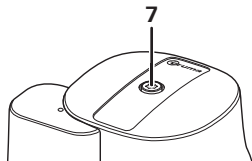
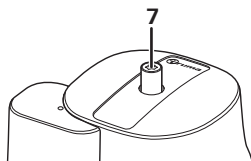

Figura 2a
Figura 2b
Il crash sensor è provvisto di un pulsante di reset, la cui posizione fornisce informazioni sul relativo stato: posizione «pronto per l'uso» (figura 2a) o posizione «non pronto per l'uso» (figura 2b).
Per ripristinare il sensore, premere con forza il pulsante giallo di reset (7), ruotarlo leggermente in senso orario e tenerlo premuto in questa posizione per 5 secondi per assicurarsi che rimanga nella posizione «pronto per l'uso» (figura 2a).
- Premere l'elemento di scatto del crash sensor (9) in modo che il pulsante giallo di reset (7) protruda e il crash sensor sia in posizione «non pronto per l'uso» (figura 2b).
- Svitare il tappo a vite (10) del raccordo di prova e collegare la pompa di prova al raccordo col relativo flessibile.
- Premere il pulsante giallo di reset (7), ruotarlo leggermente in senso orario e tenerlo premuto in questa posizione per 5 secondi per assicurarsi che rimanga nella posizione «pronto per l'uso» (v. figura 2a).
- Rimettere sempre il tappo a vite (10) ogni volta che lo si toglie.